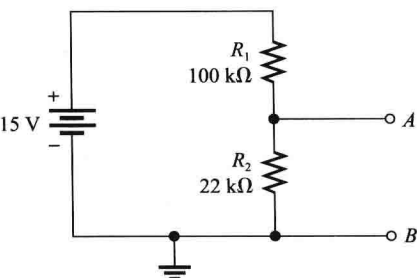

图 6-82
27. 从 A、B 端观察，将图 6-82 所示的电路简化为戴维南等效。
- 30. 在图 6-82 的 A、B 端接负载电阻，试确定传输最大功率给负载时的负载电阻值。